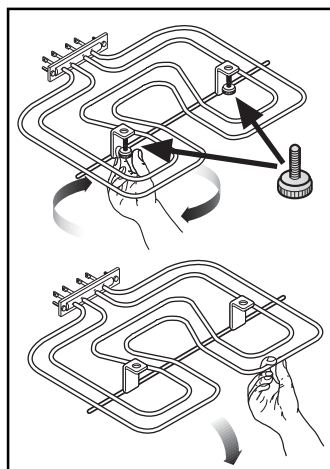

Fig. 24
- Dévissez les vis moletées (Fig. 24). La première fois que vous faites cette opération, nous vous recommandons d'utiliser un tournevis.